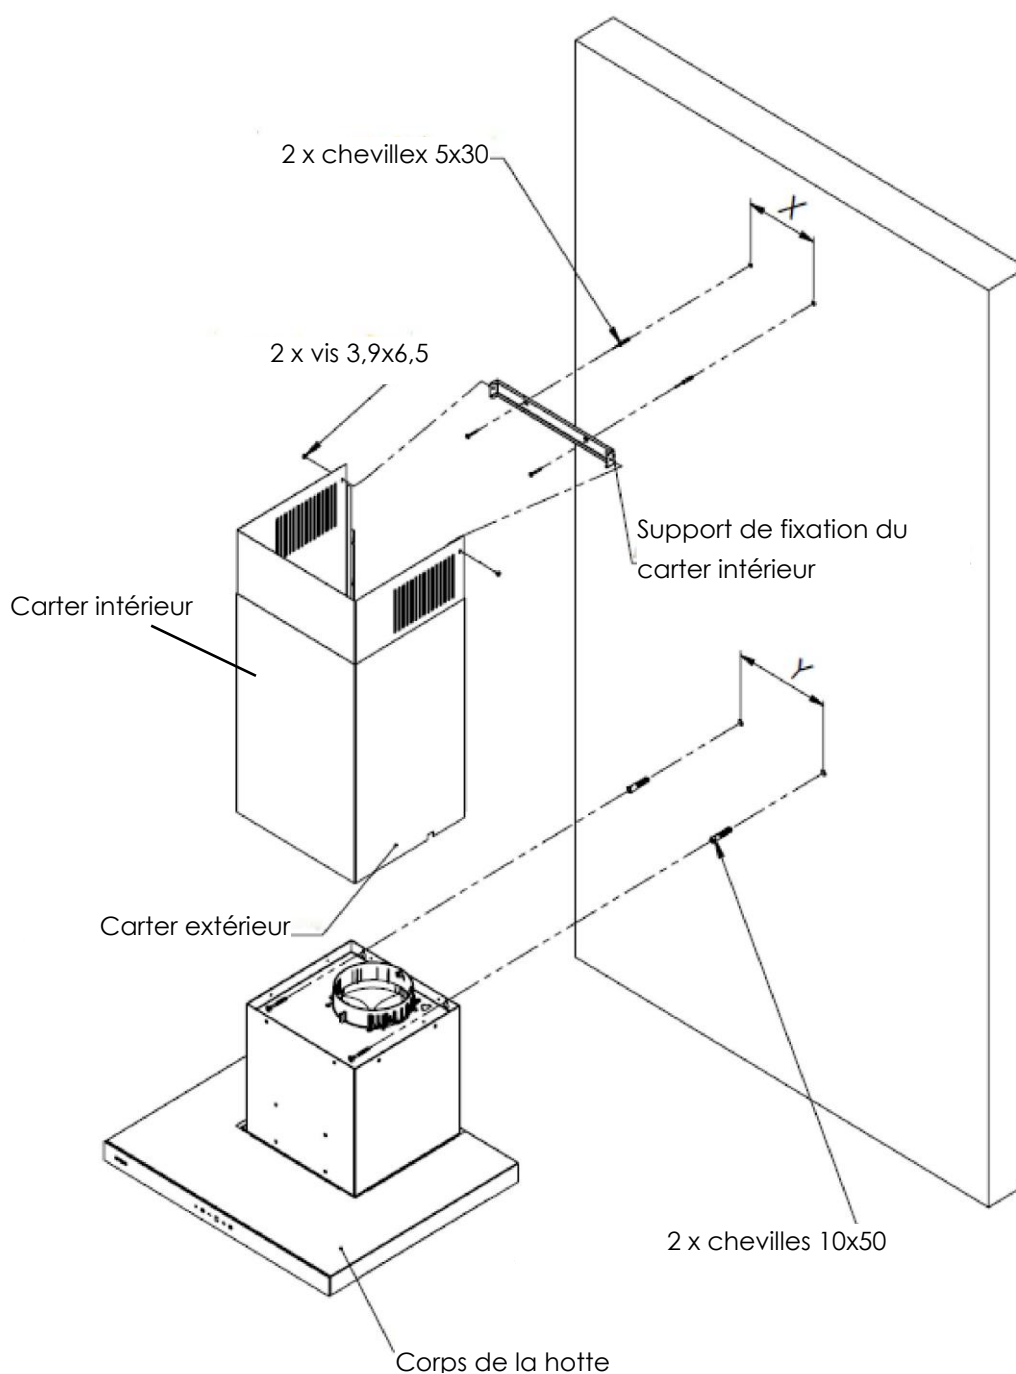

Fig. 4
- Tracez sur le mur les emplacements des trous de fixation du corps de la hotte (Y) (Fig. 4).
- Placez le support de fixation du capot intérieur à la hauteur indiquée et tracez les trous de montage (X) (Fig. 4).